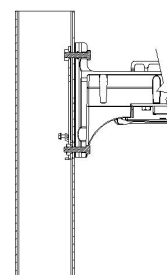

FIGURE 4
- Installez le boulon de 9,5 mm (3/8 po), la rondelle de blocage et la rondelle sous la console, comme indiqué, et serrez le boulon dans le plateau-écrou. (Voir la figure 4.)
- Installez le boulon de 9,5 mm (3/8 po), la rondelle de blocage et la rondelle sous la console, comme indiqué, et serrez le boulon dans le plateau-écrou (voir la figure 4).